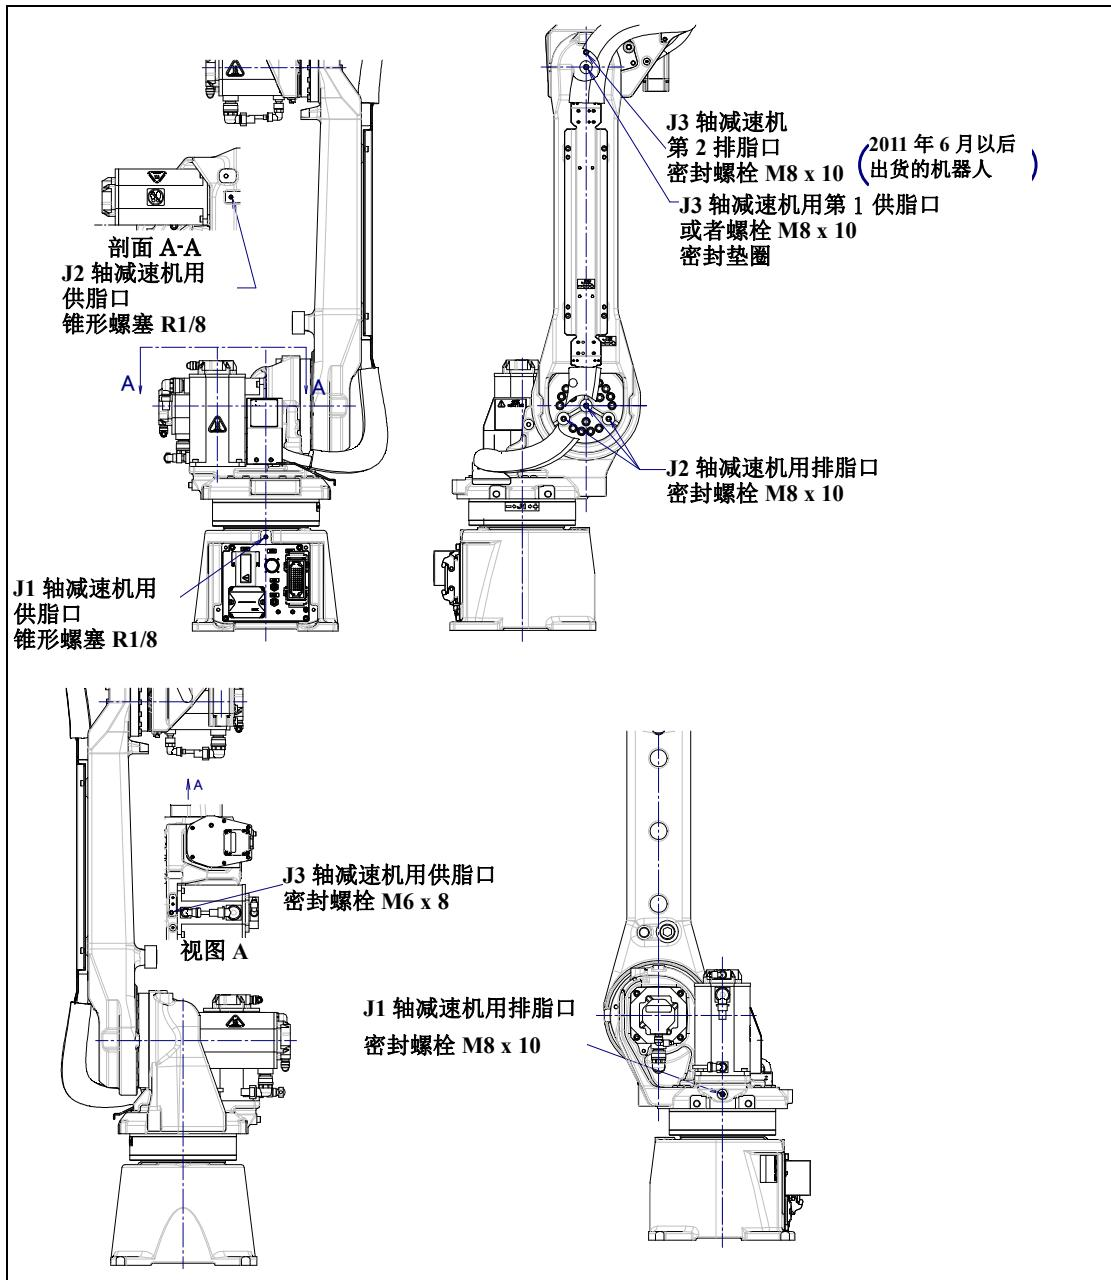

图 7.3.2.1 (a) J1~J3 轴的供脂部位
- 3 拆除排脂口的密封螺栓。 (图 7.3.2.1 (a))